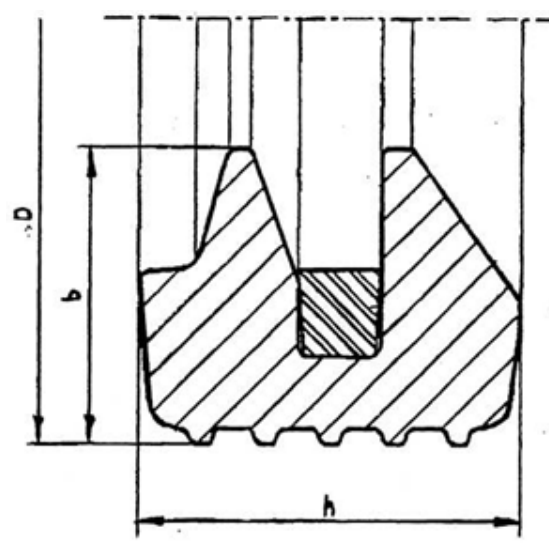

Рисунок 22- Уплотнительного кольца двухлепесткового типа
3.3. Виды уплотнительных самоуплотняющихся резиновых колец приведены на Рис. 22,23 их основные размеры приведены в **таблице 23 и 24.**